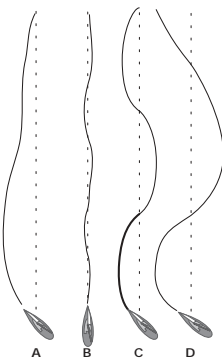

Abb. 4.4 - Auswirkungen von Seegangseinstellungen
Abb. 4.4 zeigt den Effekt, wenn die Rudermenge zu gering eingestellt ist (A) – das Schiff braucht sehr lange, bis es zum korrekten Kurs findet.